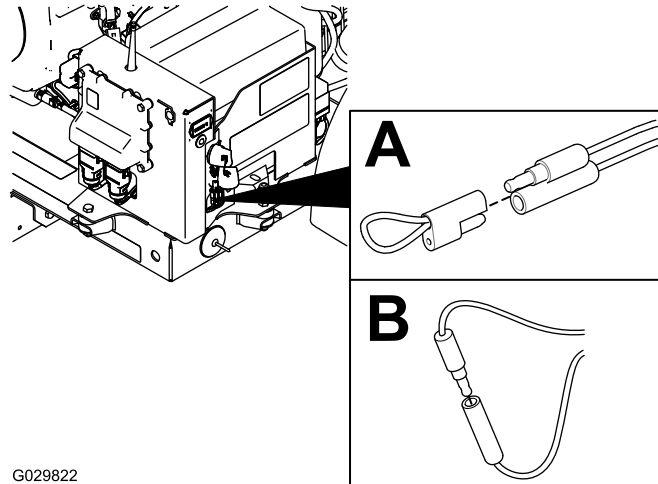

Figura 34
2. Retire el tapón de los 2 conectores de derivación diagnósticos (Figura 34, A).
3. Conecte entre sí los conectores de derivación diagnósticos (Figura 34, B).